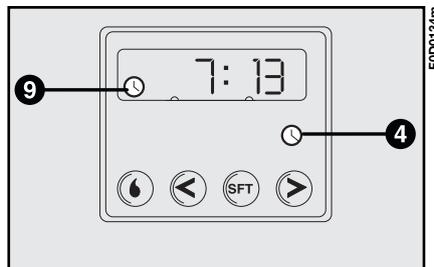

fig. 88
– Premere il pulsante **4**: si accenderà il display e la spia **9**-fig. 88.
## Lettura dell'ora corrente fig. 88